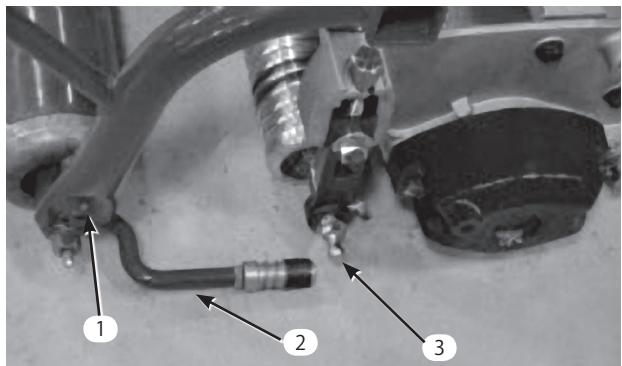

図10
2. カッティングユニット両端にそれぞれワッシャとボールスタッドを取り付ける(図10)。
4. ボールジョイントのスリーブを後ろにずらし、プルアームを下げてソケットをボールスタッドに嵌め合わ取る。スリーブから手を離すとスタッドとジョイントが結合する(図10)。